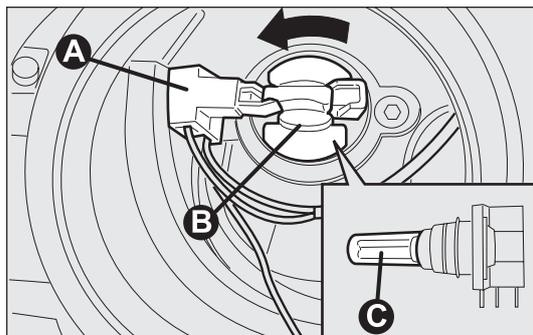

fig. 183
- ruotare in senso antiorario il portalamпада B-fig. 183 ed estrarre il gruppo;